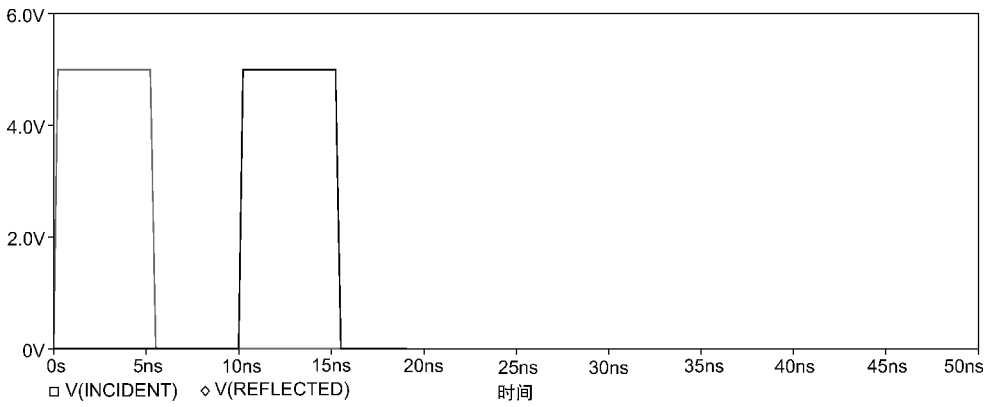

图 17.9 阻抗匹配时的电压波形
5. 如图 17.9 所示为脉冲源的电压波形和 10ns 延时后的负载脉冲电压波形。因为输入脉冲源的内阻和传输线构成分压器, 所以电压幅值降为 5V。